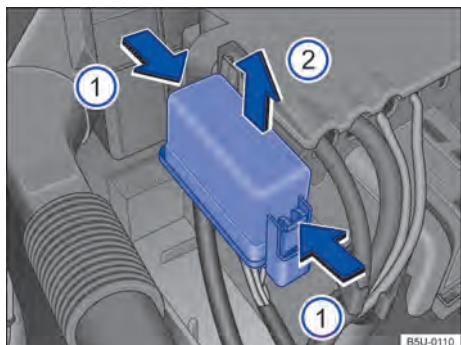

Fig. 145 No compartimento do motor: cobertura da caixa de fusíveis.
- Pressionar as travas no sentido da seta → Fig. 145 ❶, para destravar a cobertura da caixa de fusíveis.
- Remover a cobertura por cima, no sentido da seta ❷.
- Para a **instalação**, colocar a cobertura sobre a caixa de fusíveis. Pressionar a cobertura para baixo, no sentido contrário da seta ❷, até que trave de forma audível.